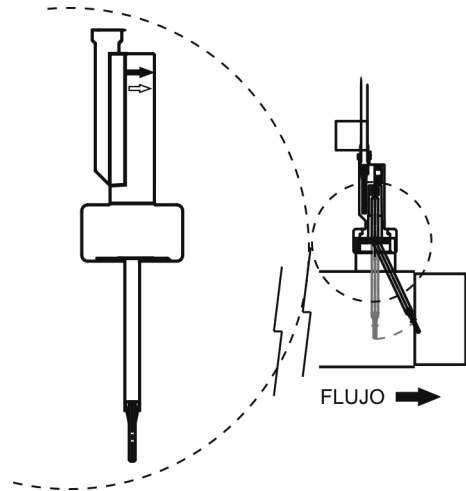

Fig. 11b
3. Existe un flecha marcada en la cabeza del detector de flujo. Asegúrese que la flecha está paralela al eje de la tubería y apunta a la dirección del flujo de agua (Fig. 11b).